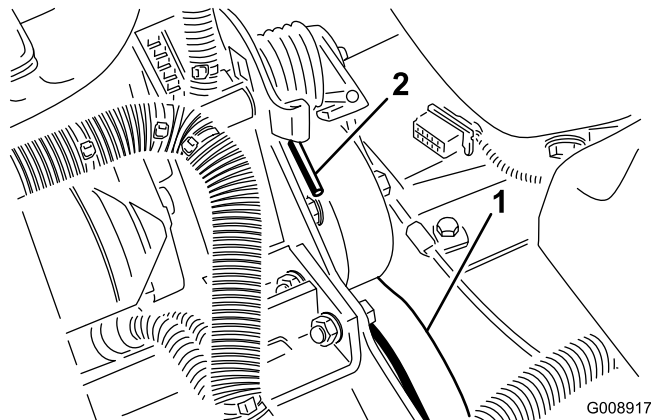

Figura 60
2. Empuje hacia adelante y hacia abajo sobre el extremo del muelle (Figura 60) para desengancharlo del soporte y liberar la tensión.